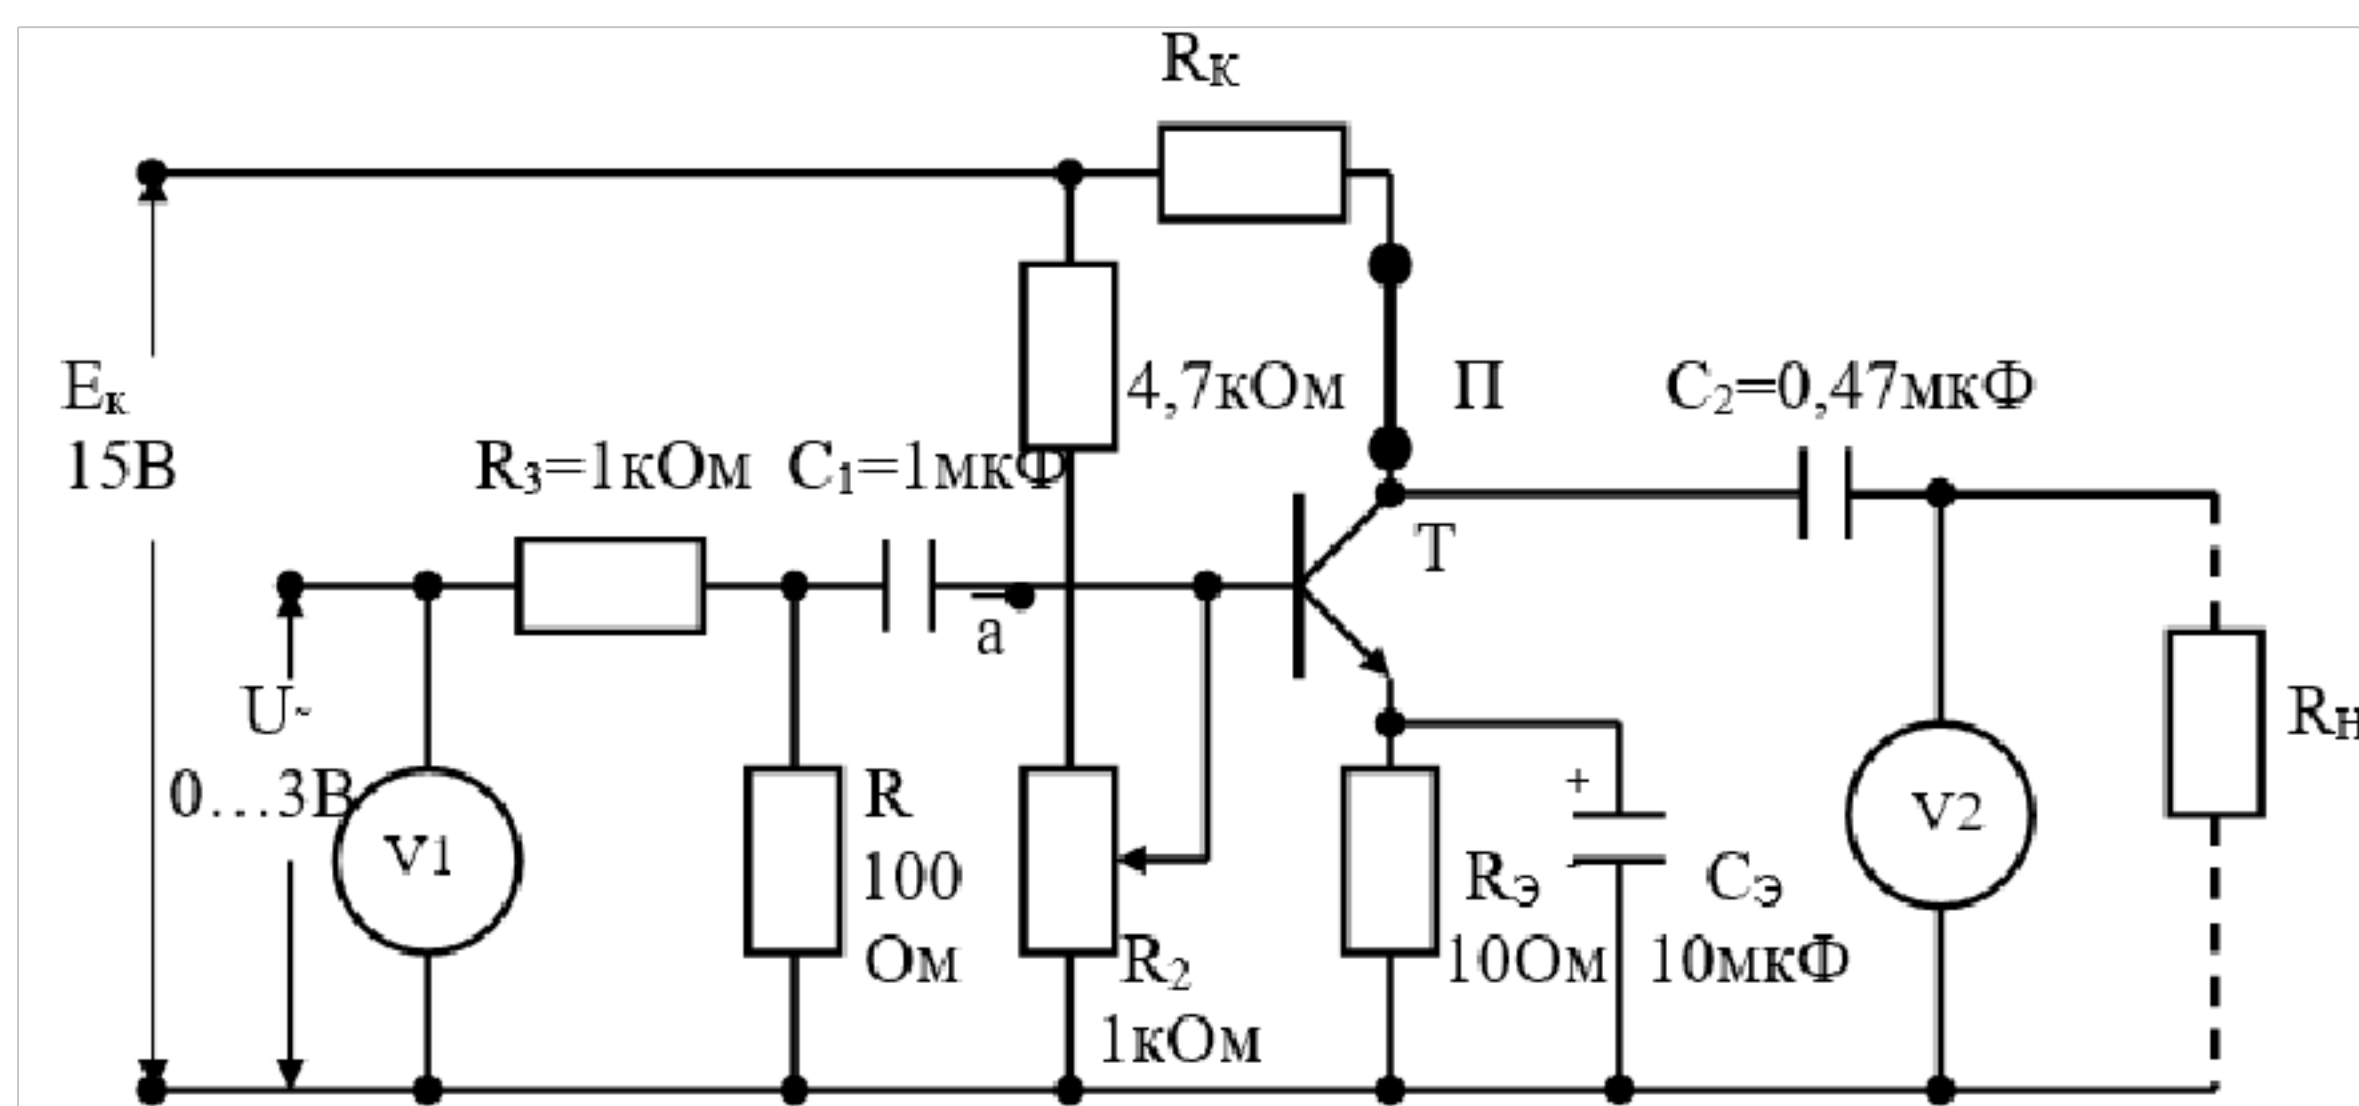

Рисунок 6.1
Схема каскада усилителя переменного тока с общим эмиттером представлена на рис. 6.1.
Ток в цепи базы определяется разностью потенциалов между базой и эмиттером, которая равна (см. рис. 6.1) :
Таким образом, включив в разрыв цепи входного сигнала (точка «а» на рис.6.1) добавочное сопротивление и измерив напряжения на выходе усилителя до и после его включения при неизменном входном сигнале, входное сопротивление можно вычислить по формуле (3).
2. Собрать схему, изображенную на рис. 6.1, приняв $R_K = 470 \text{ Ом}$.